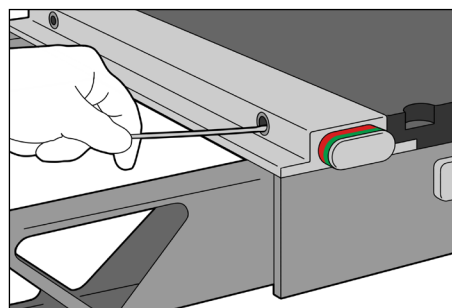

Fig. 3
3. A l'aide d'un coton-tige sec, nettoyer l'intérieur des orifices receveurs. (Fig. 3)
5. À l'aide d'un coton-tige sec, retirer peluches et débris. (Fig. 3)